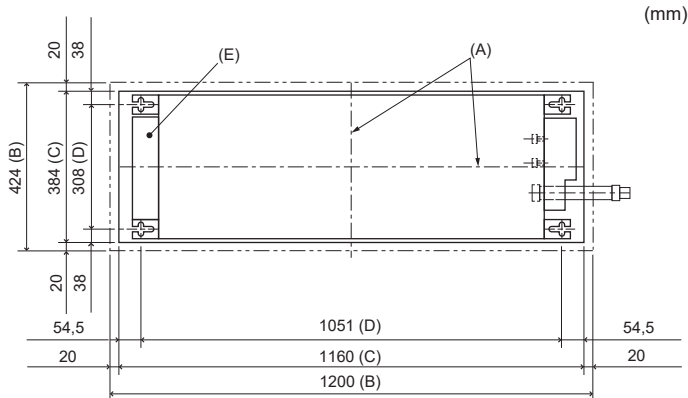

Fig. 3-2
3.2. Emplacements d'installation des ouvertures au plafond et des boulons de suspension (Fig. 3-2)